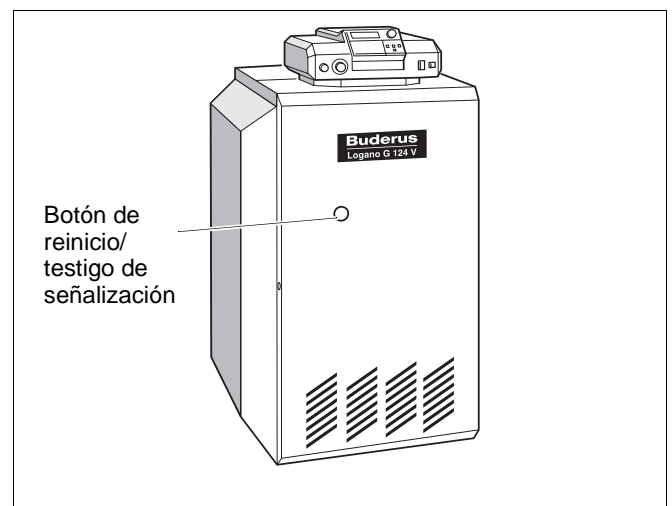

Fig. 3 Botón de reinicio
- Pulse el botón de reinicio si se enciende su testigo de señalización (Fig. 3).